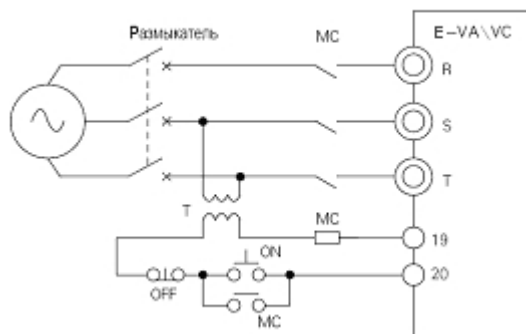

Рисунок 9
2. При совместном использовании автоматического выключателя двумя или несколькими двигателями одновременно, подключение необходимо производить в соответствии со схемой, приведённой на рис.9 . Подключите контакт реле выхода аварийных сигналов частотного преобразователя к контактору его питания и отключите входящее питание.